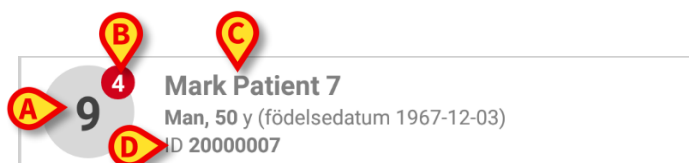

Fig. 47
Varje bädd motsvaras av en ruta (Fig. 47).
- bäddnummer (Fig. 47 **A**);
- antal förfallna meddelanden (i förekommande fall – Fig. 47 **B**);
- namnet på patienten på den bädden (Fig. 47 **C**);
- patientdata (om tillgängliga: kön, ålder, födelsedatum, patient-ID – Fig. 47 **D**).